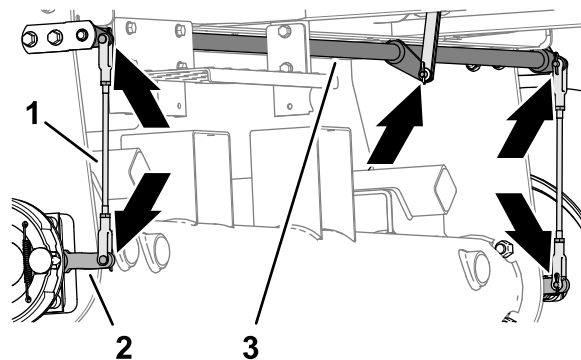

Рисунок 71
1. Проверьте на наличие повреждений и износа левого и правого стержней тормоза в сборе (Рисунок 71).
2. Проверьте поворотный вал тормоза (Рисунок 71) на наличие повреждений и износа.